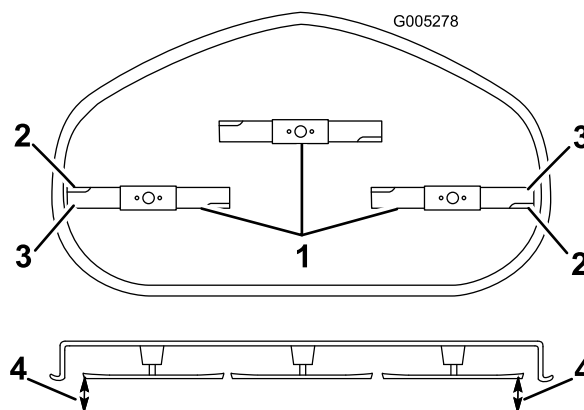

Figure 60
4. Mesurez la distance entre les tranchants extérieurs et le sol plat (Figure 60). Si les deux mesures diffèrent de plus de 5 mm (3/16"), un réglage s'impose. Poursuivez la procédure de mise à niveau.